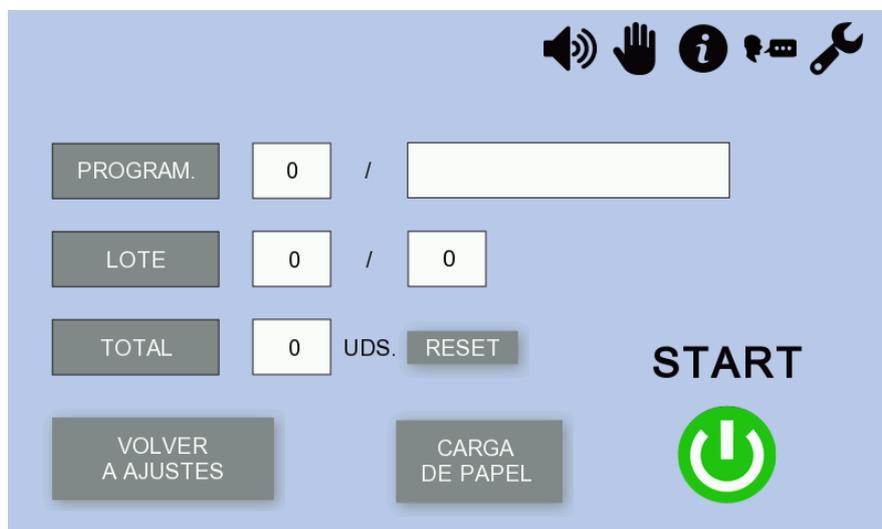

Fig. 25: Pantalla de trabajo
Es posible cambiar el valor de **LOTE** directamente en la Pantalla de trabajo (capítulo 8.9, Fig. 25).
El cabezal de alimentación comenzará la alimentación de las hojas sueltas de papel en la máquina. Para agregar más papel en la bandeja de carga espere hasta que la máquina haya procesado la última hoja, con lo cual el ciclo de trabajo terminará de manera automática y aparecerá la pantalla «CICLO DE TRABAJO» (Fig. 25). El ciclo de trabajo puede ser interrumpido manualmente pulsando el icono **STOP** . En caso de problemas la máquina se puede apagar con el botón rojo grande **STOP** (2) en el lado izquierdo de la pantalla.